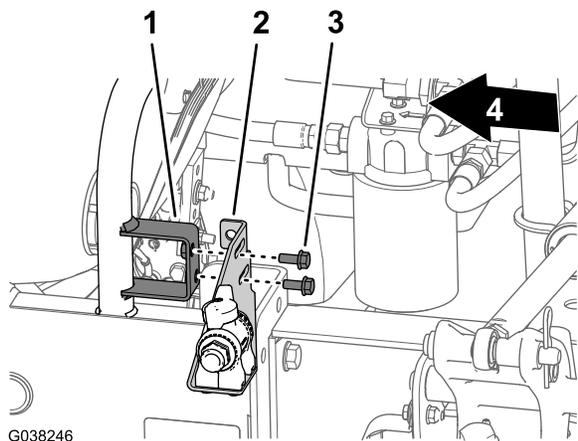

Bild 60
1. Fluchten Sie die Schlitze in der Rührwerk-Ventilhalterung mit den Löchern in der Befestigung für die Drosselventilhalterung aus (Bild 60).
2. Montieren Sie die Drosselventilhalterung mit zwei Bundkopfschrauben (5/16" x 3/4") an der Befestigung für die Drosselventilhalterung (Bild 60).